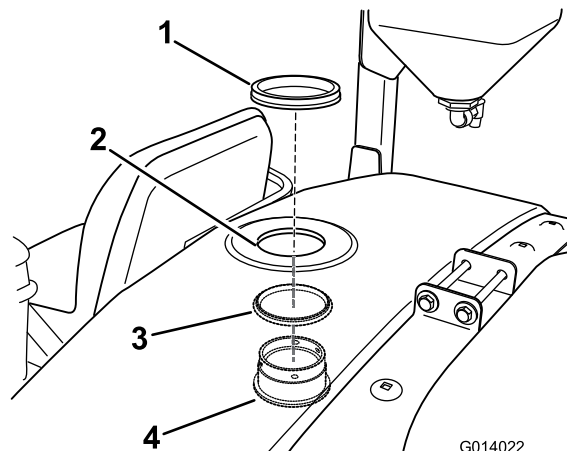

Figura 21
3. Montate il diaframma come illustrato nella Figura 21.